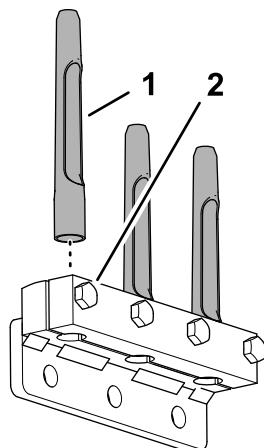

Figura 41
2. Montate le fustelle sul portafustelle e sul pezzo di bloccaggio delle fustelle (Figura 41).